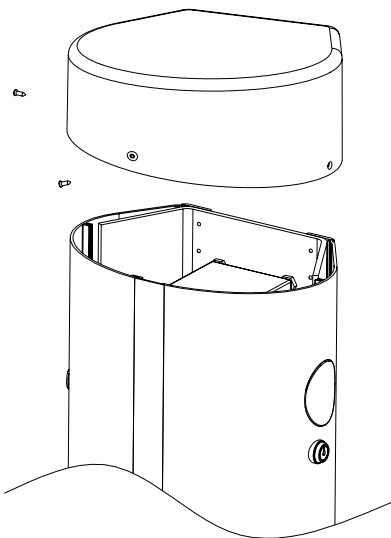

Fig. 3
- Retirer la couverture supérieure dévissant les vis (Fig. 3).